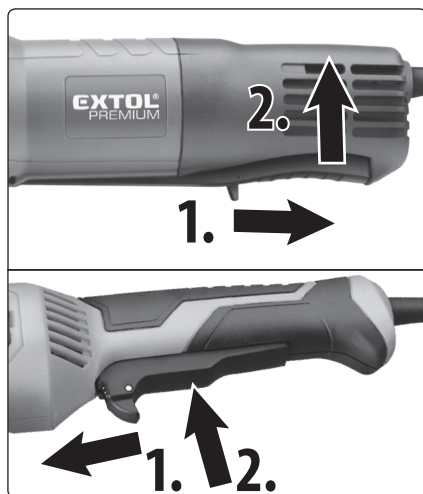

Abb.15; Schritt1. Entriegelung, Schritt 2. Einschaltung
- Der Winkelschleifer kann den Betriebsschalter unten auf dem Handgriff haben, wobei vor dem Drücken des Betriebsschalters muss die Entriegelung des Betriebsschalters nach Abb. 15, Schritt 1 und 2 erfolgen. Bei dieser Ausführung des Betriebsschalters, die insbesondere für die größeren und großen Winkelschleifer typisch ist, kann der Betriebsschalter aus Sicherheitsgründen in der Stellung „EIN“ nicht verriegelt werden.